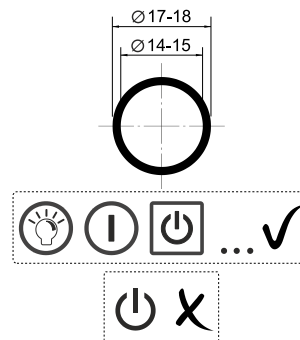

Рис. 3
- Снимите отражающий слой с задней стенки зеркала на месте установки сенсора. Ориентировочные размеры указаны на Рис. 3. Примеры рисунков показаны на Рис. 3. **ВНИМАНИЕ!** Внешний контур рисунка должен быть замкнут! Разомкнутый контур рисунка не допускается.